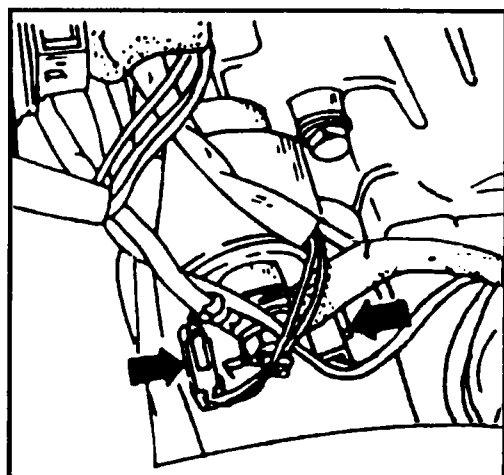

Рис. 11.16 Контакты стартера
- ◆ Выньте оба разъема (черный и белый) (см. рис. 11.16), отсоедините провод контакта «В+» генератора и провод к «плюсу» аккумулятора (этот контакт стартера показан на рис. 11.16 с правой стороны).